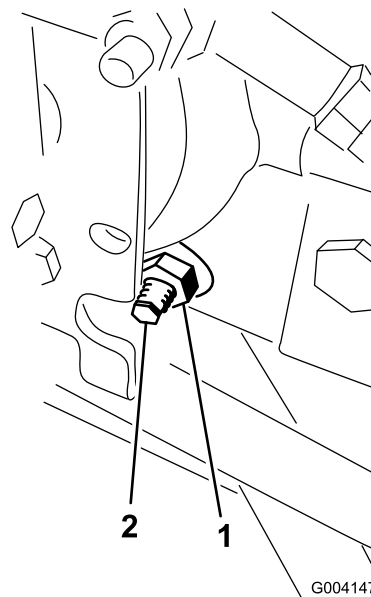

図 65
3. ハイドロスタットの右側にあるトラクション調整カムのロックナットをゆるめる 図 65。